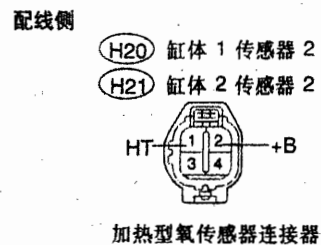
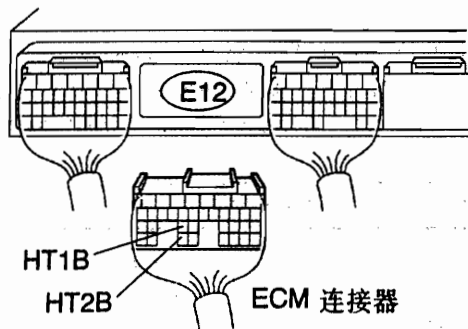
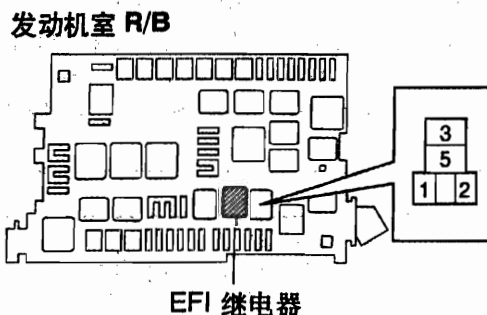

图 2-2-19
图 2-2-20
图 2-2-21
(1) 脱开加热型氧传感器和 ECM 连接器,如图 2-2-19 和图 2-2-20 所示,检测加热型氧传感器配线侧连接器端子 H20-1(HT)与 ECM 连接器端子 E12-25(HT1B)间及加热型氧传感器配线侧连接器端子 H21-1(HT)与 ECM 连接器端子 E12-33(HT2B)间的导通性,应导通。检测加热型氧传感器配线侧连接器端子 H20-1 或 ECM 连接器端子 E12-25 与车身接地间的导通性,应不导通;检测加热型氧传感器配线侧连接器端子 H21-1 或 ECM 连接器端子 E12-33 与车身接地间的导通性,应不导通
(2) 脱开加热型氧传感器连接器,从发动机室继电器盒内拔出 EFI 继电器,如图 2-2-19 和图 2-2-21 所示,检测加热型氧传感器配线侧连接器端子 H20-2(+B)或 H21-2(+B)与 EFI 继电器插座端子 3 间的导通性,应导通。检测加热型氧传感器配线侧连接器端子 H20-2(+B)或 EFI 继电器插座端子 3 与车身接地间的导通性,应不导通;检测加热型氧传感器配线侧连接器端子 H21-2(+B)或 EFI 继电器插座端子 3 与车身接地间的导通性,应不导通
脱开空气流量计连接器,从发动机室继电器盒内拔出 EFI 继电器,如图 2-2-24 和图 2-2-21 所示,检测空气流量计配线侧连接器端子 1 与 EFI 继电器插座端子 3 间的导通性,应导通。检测空气流量计配线侧连接器端子 1 或 EFI 继电器插座端子 3 与车身接地间的导通性,应不导通